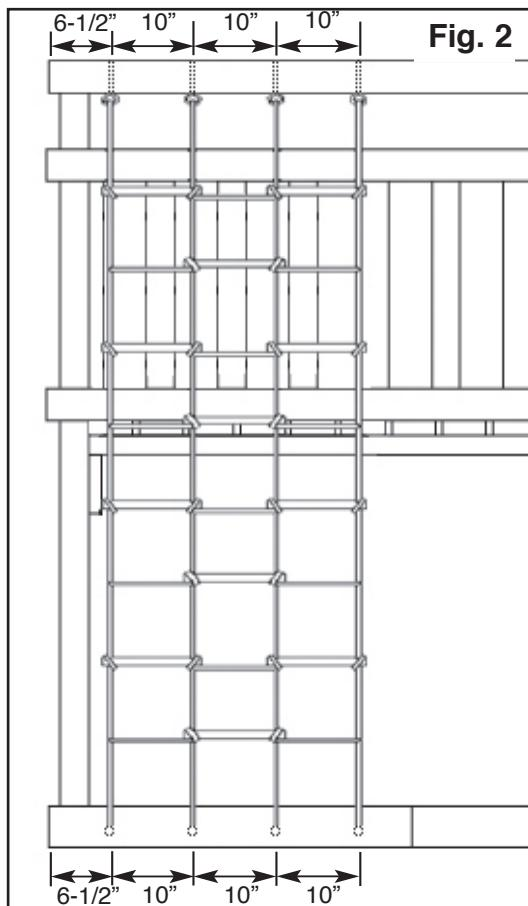
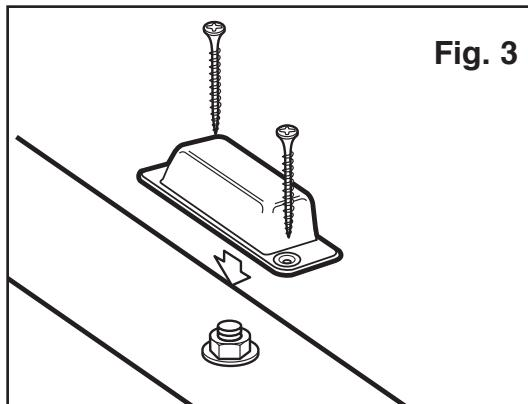

Fig. 2
Fig. 3
5. Taladre cuatro huecos de 5/16" en la parte de arriba de la tabla y cuatro huecos de 3/8" en la parte de abajo de la tabla como se indica en Fig. 2. **NOTE:** Perfore desde la parte de abajo de la tabla de 2" x 4" hacia la parte de arriba. Inserte los pernos de ojo de la red de carga (Cargo Net) a través de los huecos en la tabla de arriba y sujetelos todos ellos usando, arandelas y una tuerca de traba (véase Fig. 3). **NOTE:** Usando una sierra de metal, quite las roscas de exceso en el perno de ojo lo más cerca que se pueda de la tuerca de traba.
6. Ponga las tapas de los pernos sobre los pernos como se indica en Fig. 3. Sujete las tapas los pernos usando tornillos de 2".